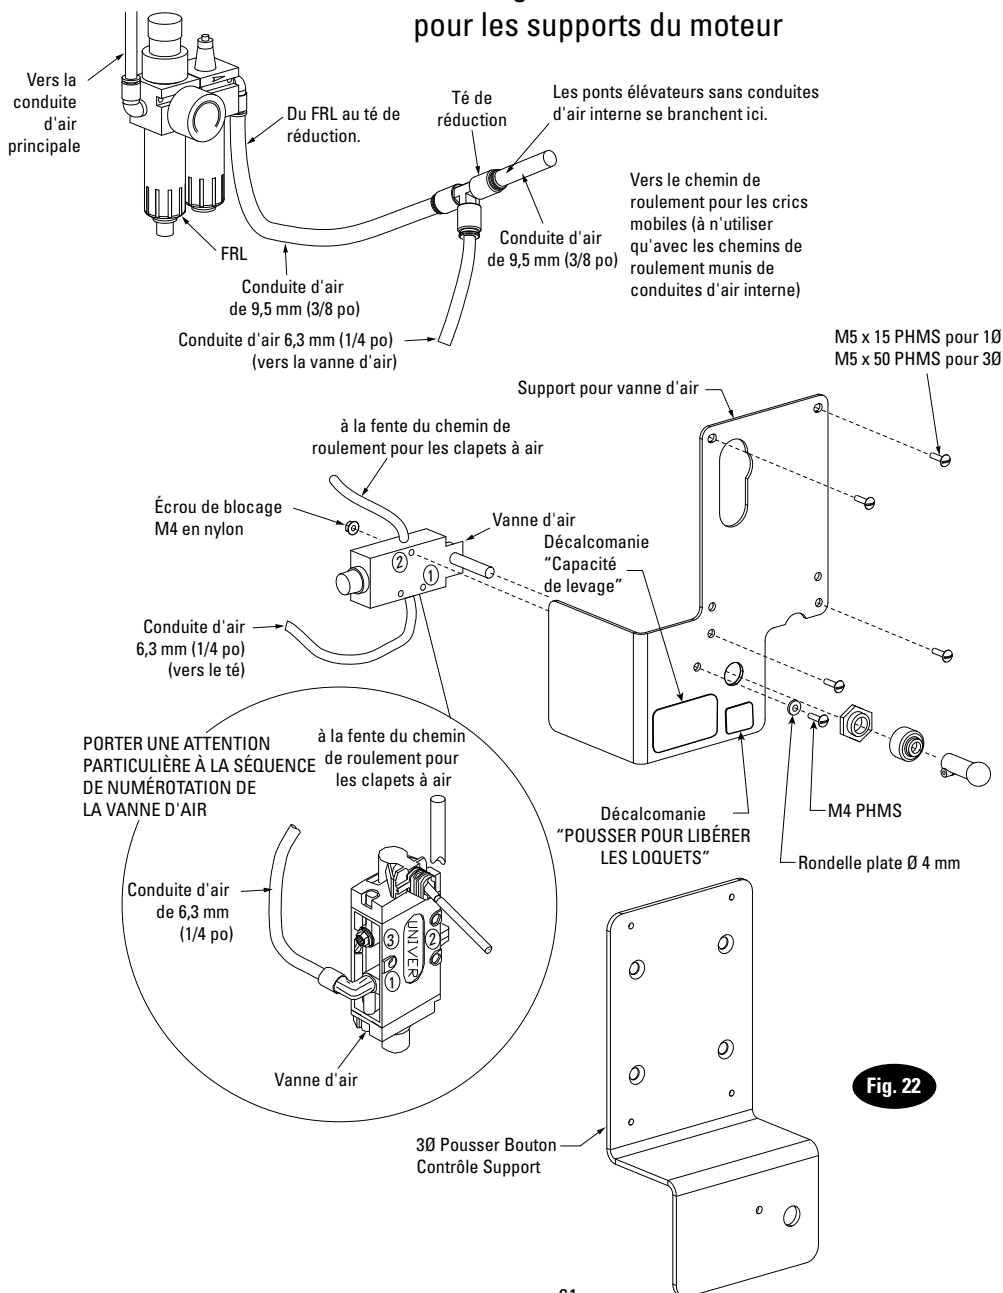
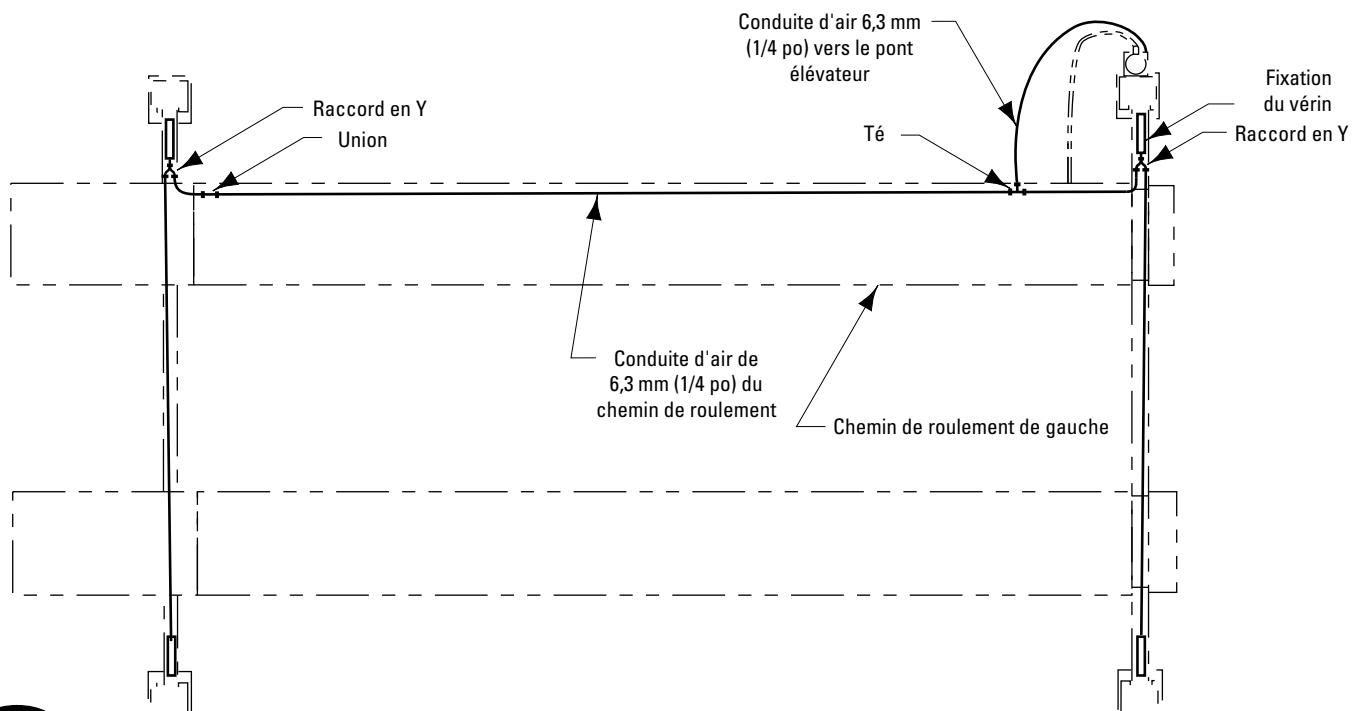

Fig. 22
Fig. 25
- D. Passer le tuyau hydraulique à partir du chemin de roulement en passant par la fente du chemin de roulement au coude, Fig. 22. NE PAS utiliser du ruban de téflon sur les raccords de tuyaux hydrauliques. Nettoyer le coude et le flexible. Inspecter tous les filets s'ils ne sont pas endommagés et les extrémités des flexibles pour s'assurer qu'ils sont sertis. Installer le flexible au coude en utilisant la procédure des raccords coniques.
- B. Installer une conduite d'air de 9,5 mm (3/8 po) entre le circuit d'air principal existant et le FRL. Installer une conduite d'air de 9,5 mm (3/8 po) du FRL au té de réduction, Fig. 22.
- C. Brancher la vanne d'air au té de réduction, Fig. 22.
- D. Brancher la vanne d'air au support à air voir la (or 3Ø Push Button Control Bracket when used) Fig. 22.
Enlever les décalcomanies d'avertissement du couvercle du moteur. Dévisser le couvercle du moteur. Poser le support de la vanne d'air sur le dessus du couvercle du moteur de sorte que l'interrupteur de levage sorte de l'ouverture du support de la vanne d'air. Visser le support de la vanne d'air et le couvercle du moteur à l'aide des (4) anciennes vis M5 x 15 PHMS du couvercle du moteur monophasé ou les vis M5 x 50 PHMS fournies pour le moteur triphasé, Fig. 22.
F. Poser la décalcomanie NP280 ("POUSSER POUR LIBÉRER LES LOQUETS") et NP864 (CAPACITÉ DU PONT ÉLEVATEUR) ci-jointe, sous le bouton du support de la vanne d'air, Fig. 22. Passer une conduite d'air de 6,3 mm (1/4 po) de la vanne d'air à la fente du chemin de roulement fixe. Couper la conduite d'air et poser un té, Fig. 25, 22.
G. Passer une conduite d'air de 6,3 mm (1/4 po) du té de l'étrier avant jusqu'à la sortie d'air sur la vanne d'air, Fig. 22, et Fig. 25.
H. Si le pont élévateur dispose de l'air en interne, enlever le bouchon du té de réduction et brancher une conduite spiralée à l'intérieur du chemin de roulement, Fig. 22.